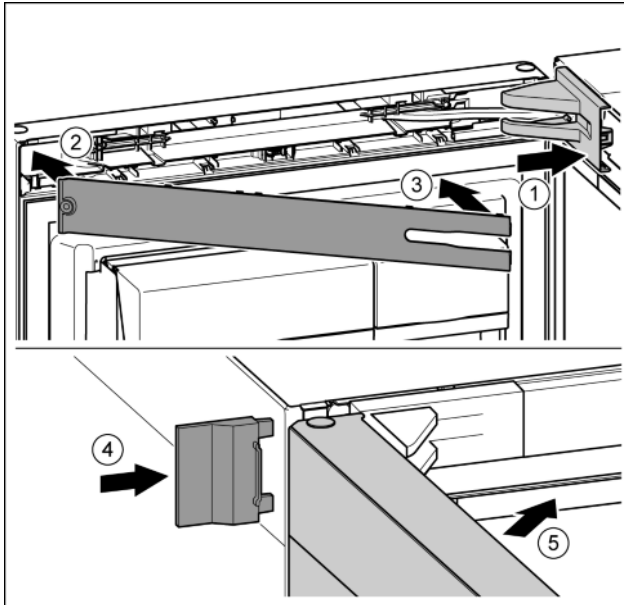

Fig. 26
- ▶ Poser et enclencher le cache du support de palier, l'introduire en appuyant délicatement. Fig. 26 (1)
- ▶ Poser le cache. Fig. 26 (2)
- ▶ Incliner le cache et l'enclencher. Fig. 26 (3)
- ▶ Enfiler le cache extérieur. Fig. 26 (4)
- ▶ Fermer la porte supérieure. Fig. 26 (5)